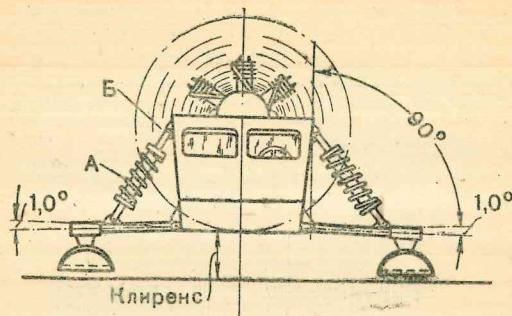

Рис. 15. Схема регулировки лыж под нагрузкой
4. Угол наклона лыж регулируется путем изменения длины стойки амортизатора *A* (рис. 15) при помощи верхнего шарового болта *B*.
5. При правильной регулировке у лыж аэросаней (при полной нормальной нагрузке) должен быть небольшой положительный (1°) угол наклона полуосей, в крайнем случае лыжи должны находиться в горизонтальном положении, как показано на рис. 15.